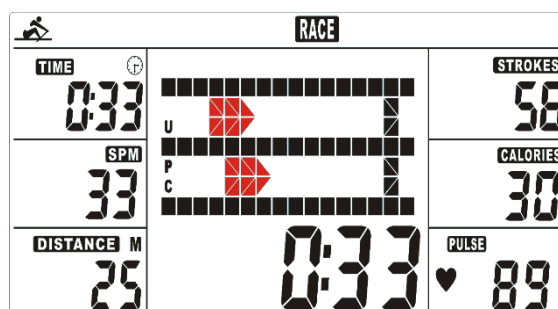
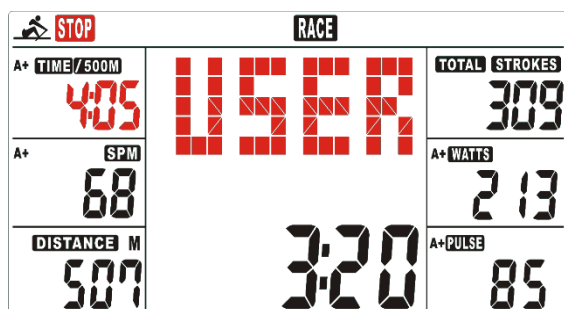
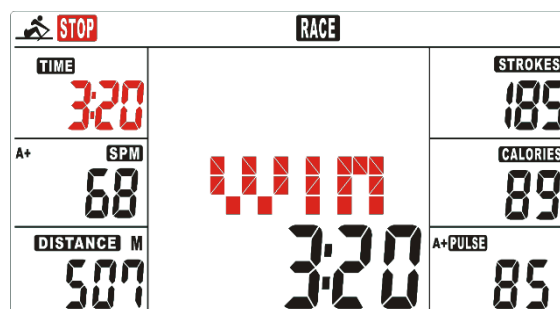

FIG 8
FIG 9
FIG 10
B. Appuyez sur la touche START pour commencer l'exercice et STOP disparaîtra en même temps. Les valeurs USER et PC s'affichent dans un rectangle (FIG 8). Lorsque la valeur atteint la valeur prédéfinie, l'affichage s'arrête. Ensuite, le rectangle affichera "PC WIN ou USER WIN" (FIG9~FIG 10).